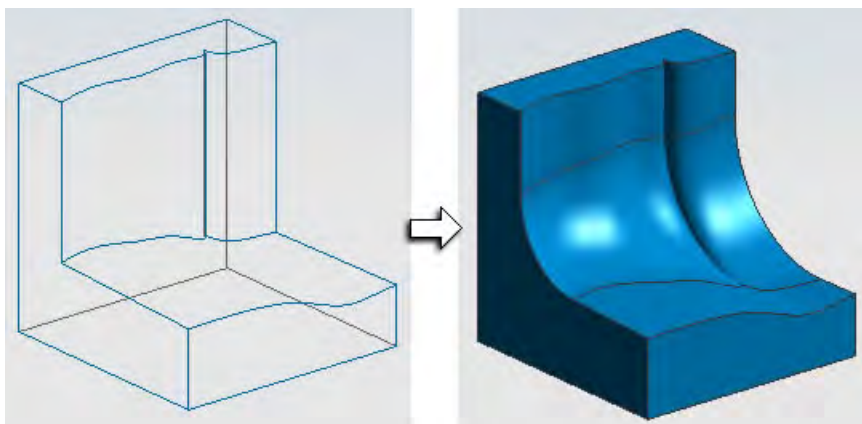

Рис. 2.18. Построение скругления типа **Swept Section** [Сечение создания]
2. Сечение создания [Swept Section] – поверхность скругления выполняется перемещением сечения вдоль опорной кривой. Плоскость сечения скругления всегда перпендикулярна опорной кривой. Этот тип скругления используется, когда форма скругляемых граней не позволяет выполнить скругление шаром (рис. 2.18).